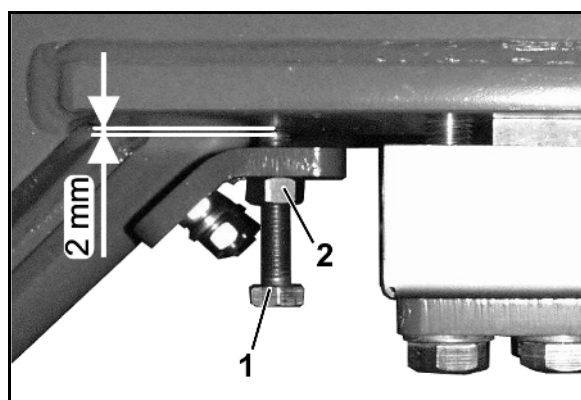

図 54
制限ボルト (図 54/1) と計量フレームの間の必要距離は 2 mm です。
1. ロックナット (図 54/2) を外します。